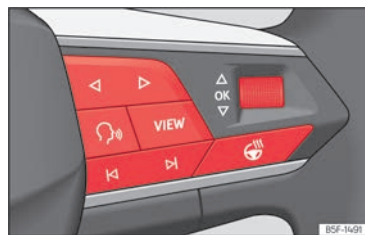

Abb. 10 Rechte Seite des Multifunktionslenkrads: Bedienelemente für die Menüs und Informationsanzeigen im Kombi-Instrument (modellabhängig).
Solange eine Warnung der Priorität 1 vorliegt, » S. 26, kann auf kein Menü zugegriffen werden. Einige Warnmeldungen können über die Taste **OK** am Multifunktionslenkrad bestätigt und ausgeblendet werden » (Abb. 10).
- Falls eine Meldung oder das Fahrzeug-Piktogramm angezeigt wird, drücken Sie die Taste **OK** **»»** (Abb. 10); ggf. mehrere Male.